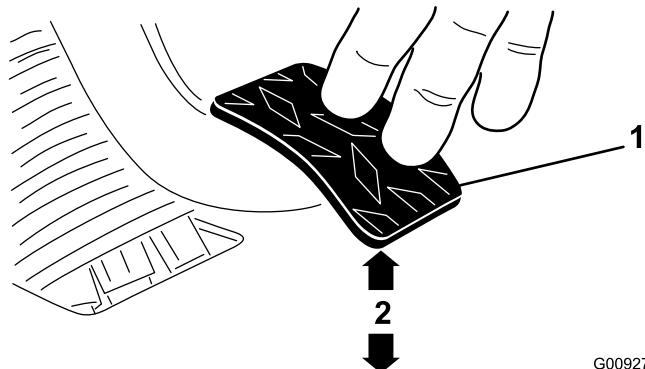

Figure 74
3. Réglez les écrous de blocage ou la rotule jusqu'à ce que le bord inférieur arrière de la pédale d'embrayage soit à $9,5 \pm 0,3$ cm du haut du plancher quadrillé quand une force de 1,8 kg est appliquée sur la pédale (Figure 74).